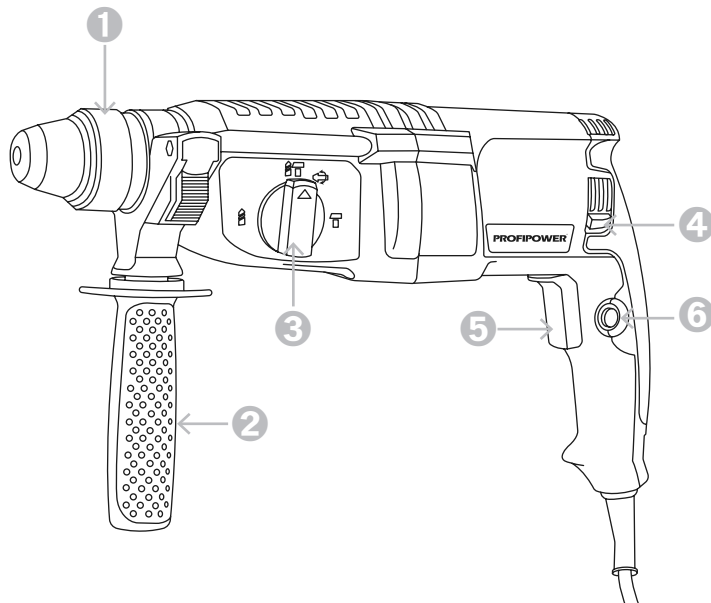

Рисунок 1.1. Устройство инструмента
ВНИМАНИЕ! Пользуйтесь электроинструментом только с дополнительной рукояткой «3» (рисунок 1.1.). Дополнительную рукоятку «3» можно повернуть в любое положение для удобства контроля инструмента и безопасной работы.
① Для включения электроинструмента нажмите триггерный выключатель «б» (рисунок 1.1.) и держите его нажатым.
② Для выключения электроинструмента отпустите триггерный выключатель «б» При продолжительной эксплуатации нажмите на триггерный переключатель
ВНИМАНИЕ! Перед работой всегда проверяйте направление вращения. Пользуйтесь переключателем «5» только после полной остановки инструмента, чтобы избежать его повреждения. Для ударного сверления и для долбления всегда устанавливайте правое направление вращения. Направления вращения патрона можно изменять с помощью переключателя «5», при отпущенной клавише выключателя «б» (рисунок 1.1.). Для вращения вправо прижмите переключатель направления вращения «5» вниз до упора. Для вращения влево прижмите переключатель направления вращения «5» вправо до упора.
ВНИМАНИЕ! Изменяйте режим работы только при выключенном электроинструменте! В противном случае электроинструмент может быть поврежден. Перфоратор имеет три режима: сверление без удара, сверление с ударом, долбление. Переключателем режимов «4» (рисунок 1.1.) выберите режим работы электроинструмента в соответствии с Таблицей 4.
Вы можете плавно регулировать число оборотов и ударов включенного электроинструмента, сильнее или слабее нажимая на выключатель «б» (рисунок 1.1.) Легким нажатием на выключатель «б» инструмент включается на низкое число оборотов и низкое число ударов. С увеличением силы нажатия число оборотов и ударов увеличивается.